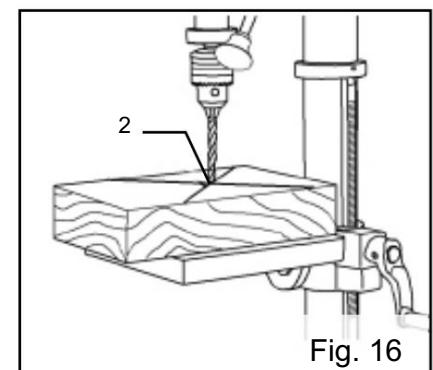

Fig. 16
3. Abaissez le foret jusqu'à ce qu'il touche la pièce (Fig. 16 - 2). Les deux lignes laser doivent se croiser à l'endroit où le foret touche la pièce.